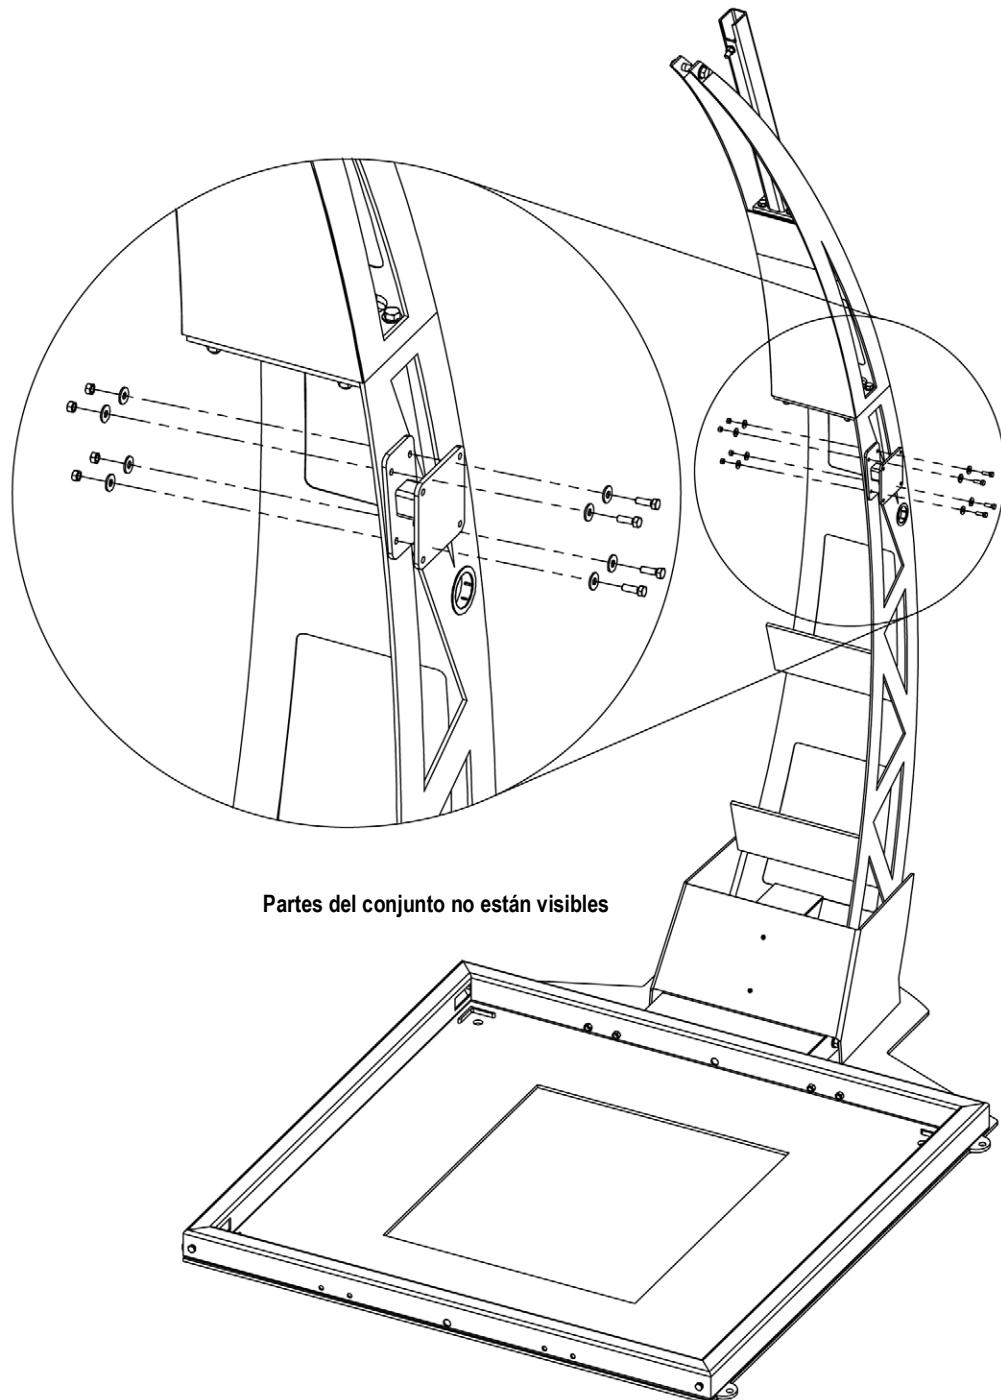

Figura 3-12. Abrazadera de soporte del quiosco
**NOTA:** El soporte del quiosco se puede instalar en cualquiera de los lados del conjunto de la torre inferior. Si el soporte del quiosco está instalado en el lado opuesto del conjunto mostrado en la Figura 3-12, el quiosco debe girarse 180°.